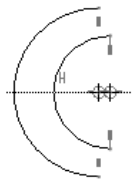

图 4.18.3 绘制圆弧
Step3. 单击“圆弧”命令按钮中的，绘制图 4.18.3 所示的圆弧。